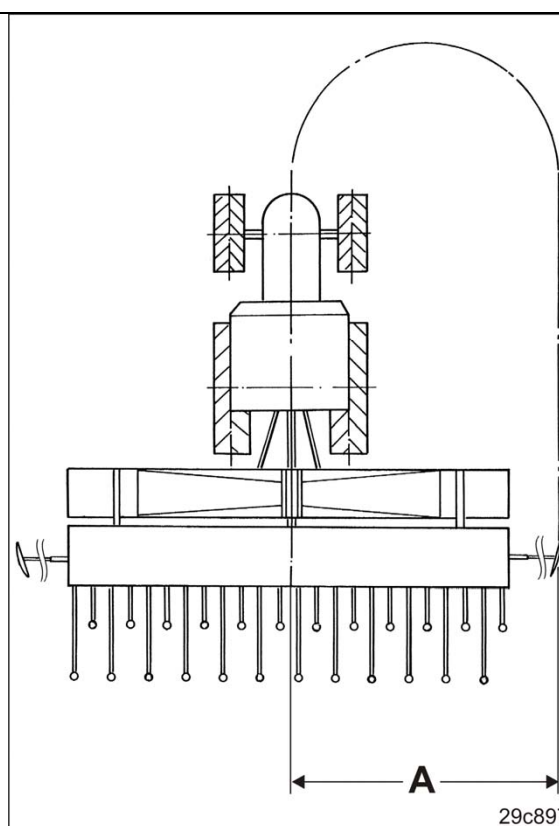

Рис. 180
7. Установите длину маркера на значение «А» [см. таблицу (Рис. 180)].